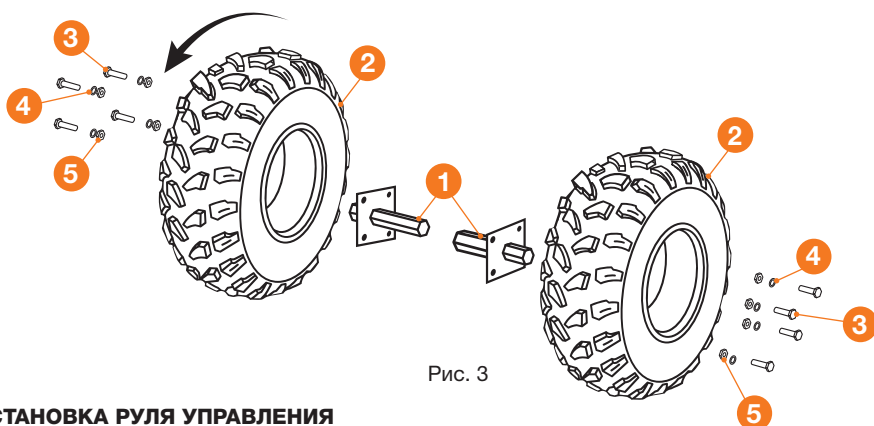

Рис. 3
- Установите на фланцы колесных осей – пневматические колеса (Рис. 3). Для этого необходимо приготовить: колесную ось – 2 шт. **1**; колесо левое – 1 шт. **2**; колесо правое – 1 шт. **2**; болт М10х20 – 8 шт. **3**; гровер М10 – 8 шт. **4**; гайка М10 – 8 шт. **5**.